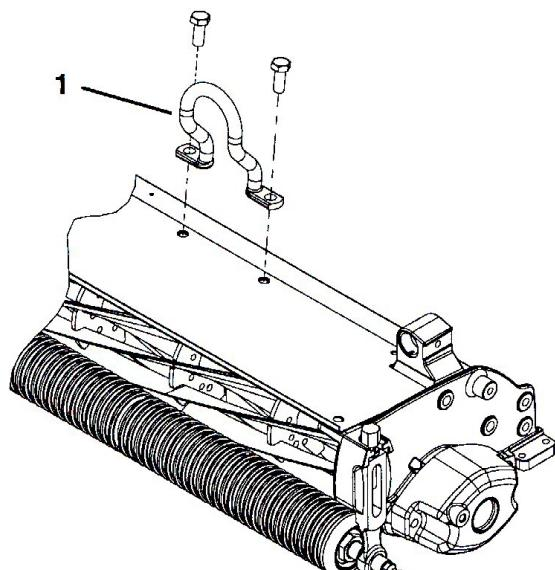

図 12
2. 各カッティングユニットの上部にブラケット取り付け（キャップスクリュ2本）、チェーン・リンク（図12）を接続する。キャップスクリュをトルク締める： 25–30 ft-lbs. (34~40 N.m=3.5~4.1kg.m) リンクの、大きいほうの端が、トラクションユニットのサスペンション掛ける方の端である。